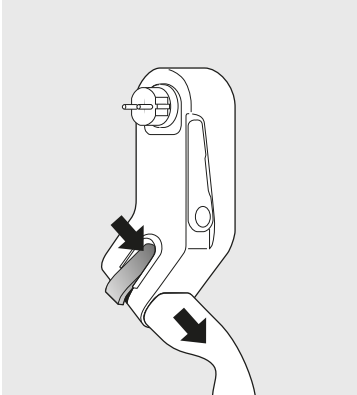

Fig. 3: Oplåsning af en type 2-stikkontakt
- Lås vægstøtten (E) op med knoppen (D), og fold den ud i pilens retning, indtil den stopper.
- Sæt stikket (A) i en passende stikkontakt, så kabinettet hænger nedad. Mobilitetsdocken udfører derefter en selvtest.
- Tag mobilitetsdocken (A) ud af stikkontakten
- Lås (D) vægstøtten (E) op, og sæt den tilbage i dens oprindelige position
- Hvis nødvendigt, skal du låse ladestikket op med det orange håndtag (B) og trække det ud (se fig. 3)